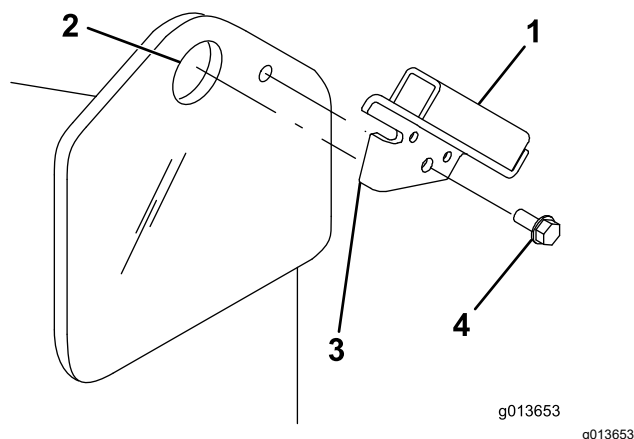

Bild 3
1. Stecken Sie die Nase am Scheibenbügel in das Hebestellenloch an der Zugmaschine, wobei Sie das Loch in der Halterung mit dem kleinen Loch im Rahmen der Zugmaschine ausfluchten (Bild 3).
Hinweis: Es gibt einen Bügel rechts und einen links. Stellen Sie sicher, dass Sie für jede Seite den richtigen Bügel verwenden. Die Nase muss sich im Hebestellenloch und die Halterung muss an der Außenseite des Rahmens sein (Bild 3).
2. Befestigen Sie die Halterung mit einer Blehschraube am Rahmen (Bild 3).